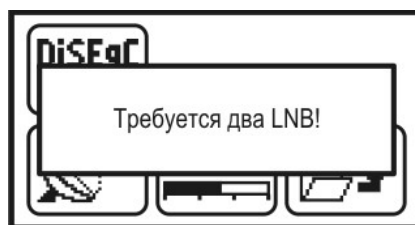

Рисунок 4.6.7
- а) выбранный профиль LNB, был отредактирован для работы с двумя конверторами. При не соблюдении этого условия при входе в режим выводится сообщение(рисунок 4.6.7);